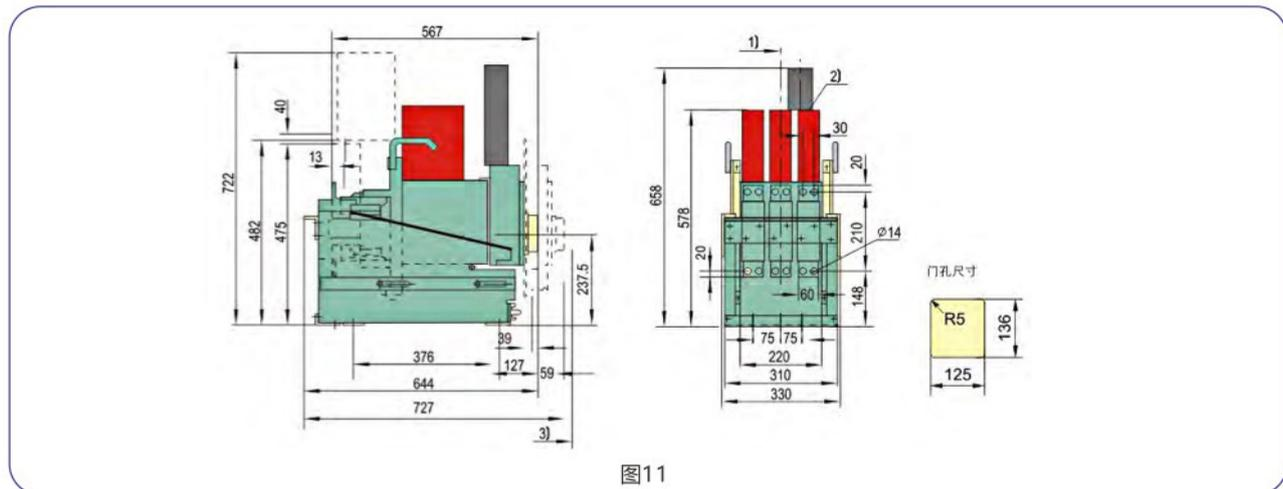

图11
2. STWOW17-1605(1900A) 抽屉式(见图11)